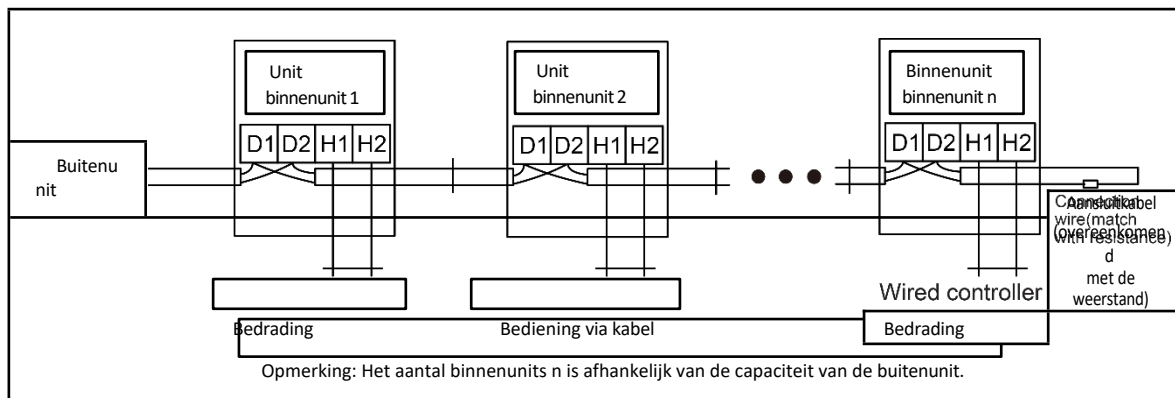

Fig. 5.3.2
- 5 Voor een betrouwbaardere communicatie moet u ervoor zorgen dat u de aansluitweerstand aansluit op de binnenunit die zich het verst stroomafwaarts van de communicatiebus bevindt (aansluitingen D1 en D2), zoals weergegeven in Fig. 5.3.2. De aansluitweerstand wordt bij elke buitenunit meegeleverd.